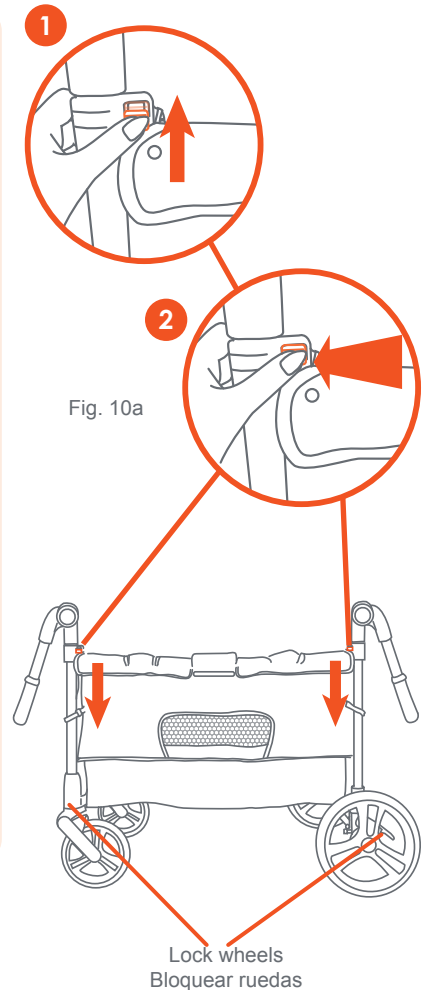

Fig. 10b
- Locate the release button for the bench mode (Fig. 10b).
- Localice el botón de liberación del modo banco (Fig. 10b).